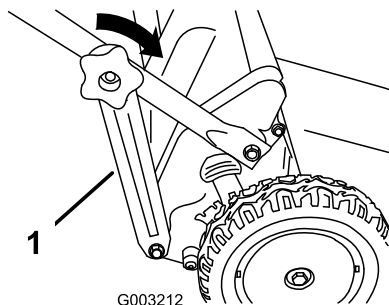

Figure 7
6. Fixez les supports (Figure 7) sur les côtés de la partie inférieure du guidon.